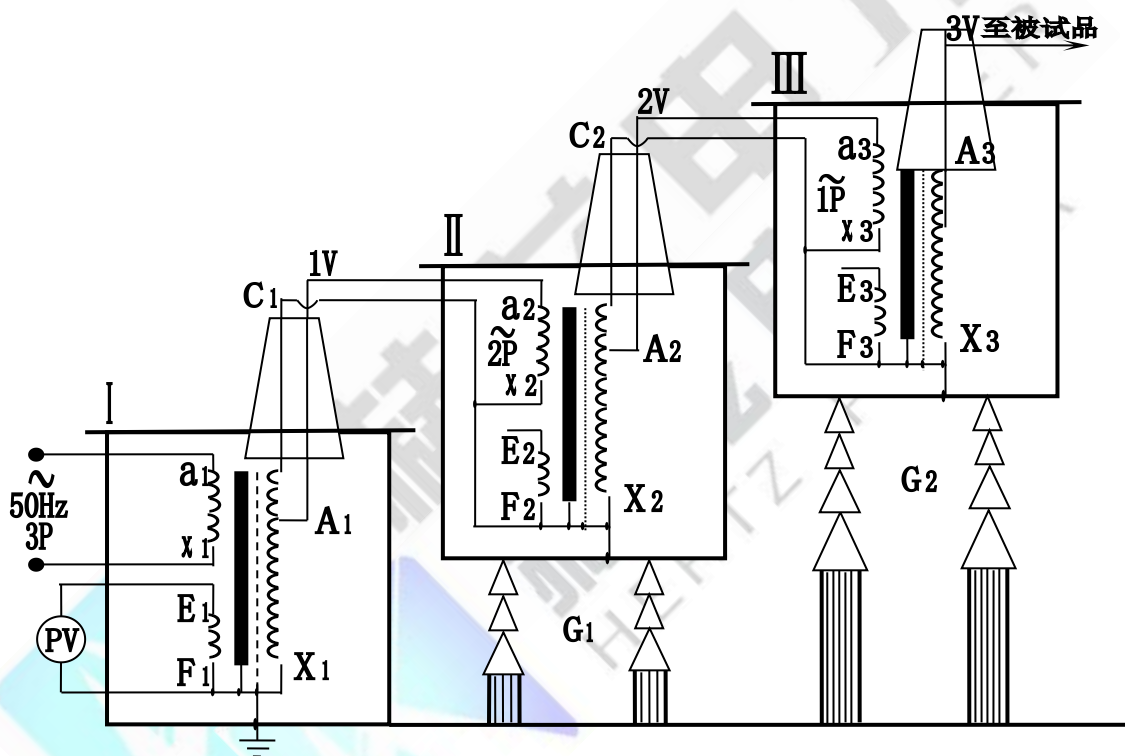

图 5：三台工频耐压试验装置串级接线原理图
3、三台工频耐压试验装置串级获得更高电压的接线原理见图 5。串级工频耐压试验装置有很大的优越性，因为整个试验装置由几台单台工频耐压试验装置组成，单台工频耐压试验装置容量小、电压低、重量轻，便于运输和安装。它既然可串接成高出几倍的单台工频耐压试验装置输出电压组合使用，又可分开成几套单台工频耐压试验装置单独使用。整套装置投资小，经济实惠。图 5 中，在每一级和第二级的每个单元工频耐压试验装置中都有一个励磁绕组 A1、C1 和 A2、C2。在三台串级工频耐压试验装置基本原理中，低压电源加在工频耐压试验装置 I 的初级绕组 a1x1 上，